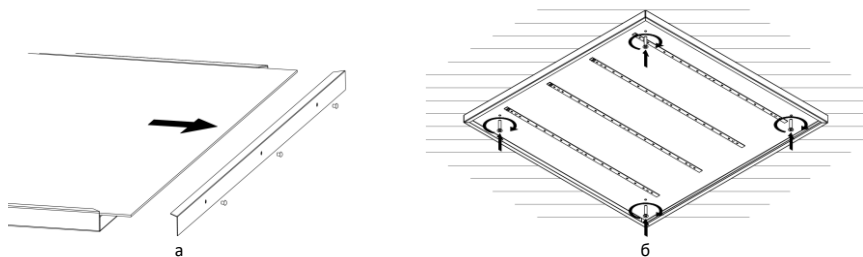

Рисунок 9 — Накладной монтаж светильника Geniled серии Office Comfort, .
5.4. **Накладной монтаж.** Установка светильника Geniled на ровную поверхность накладным способом. См. Рисунок 9.
5.4.1. При помощи тонкой отвертки либо другого подходящего подручного инструмента аккуратно извлеките три пластиковые заклепки из съемной боковой крышки. Снимите крышку и извлеките рассеиватель (Рисунок 9, а).
5.4.4. Установите светильник на подготовленное место (Рисунок 9, б). Используйте метизы подходящего диаметра (<5мм).
5.5.1. При помощи тонкой отвертки либо другого подходящего подручного инструмента аккуратно извлеките три пластиковые заклепки из съемной боковой крышки. Снимите крышку и извлеките рассеиватель (Рисунок 9, а).